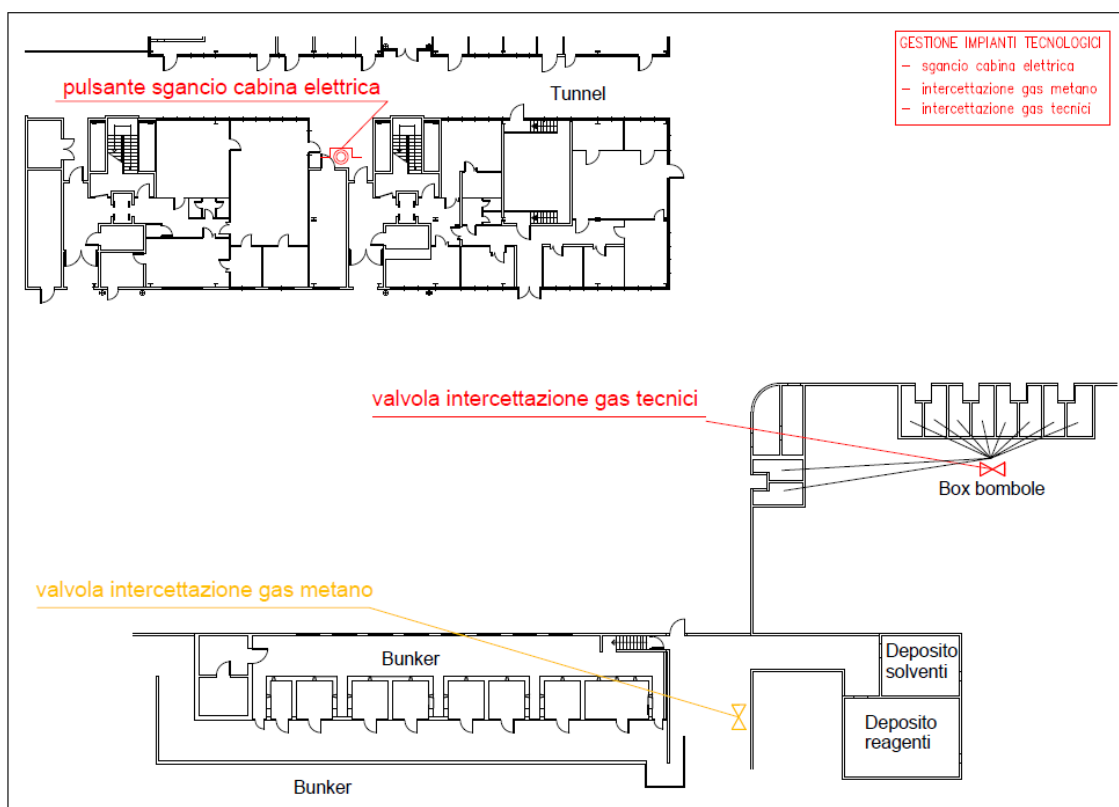

Figura 4. Ubicazione pulsanti sgancio impianti tecnologici e valvole intercettazione gas
**La valvola intercettazione del gas metano** è presente esternamente in prossimità del contatore adiacente al deposito reagenti e solventi (vedi p.to 3.5 - Figura 4).
**L'interruzione dell'erogazione dei gas tecnici** in linea avviene mediante chiusura delle valvole di intercettazione situate in prossimità dei riduttori di pressione nei singoli box bombole posti in adiacenza all'edificio (vedi p.to 3.5 - Figura 4).